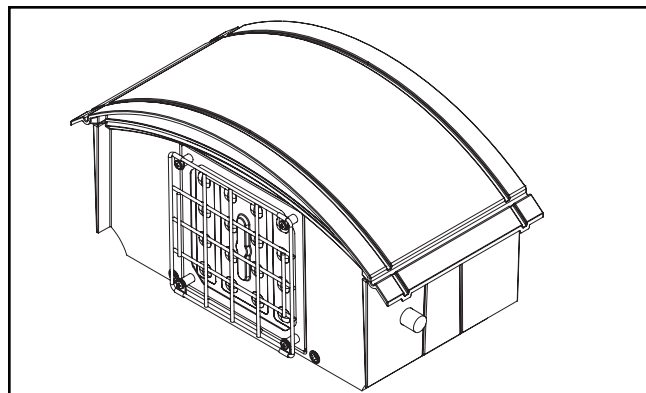

Figure 4a.
3. Alignez et fixez la grille de protection métallique au luminaire avec les 4 vis fournies (Figure 4a).